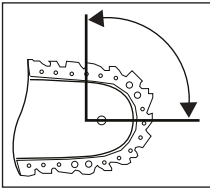

Abb. 1
- Eine Berührung mit der Schienenspitze kann in manchen Fällen zu einer unerwarteten, nach hinten gerichteten Reaktion führen, bei der das Schwert **16** nach oben und in Richtung der Bedienperson geschlagen wird (siehe Abb. 1).